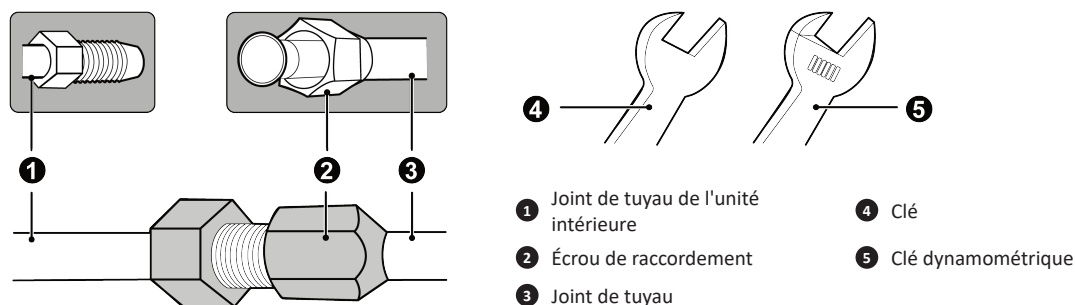

Fig. 4.7
- 1 Placez le raccord fileté au centre de l'embout d'évasement du tuyau en cuivre et vissez comme indiqué sur la Fig.4.7.